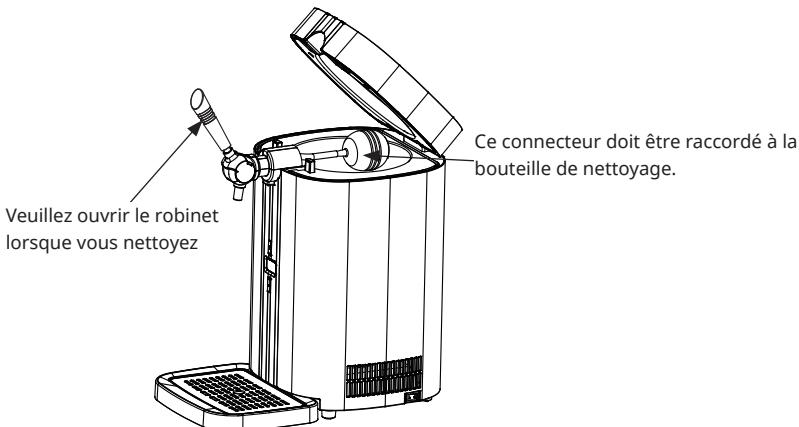

Figure 20
2. Nettoyez la bouteille en faisant sortir l'eau chaude de l'extrémité du connecteur de sortie, en pressant plusieurs fois jusqu'à ce qu'elle soit propre (au moins trois bouteilles d'eau chaude) ; le robinet doit être ouvert pendant le nettoyage (figure 20).